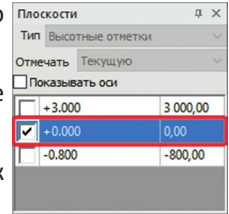

рис. 45
2. На панели **Плоскости** выберите нулевую высотную отметку (рис. 45).